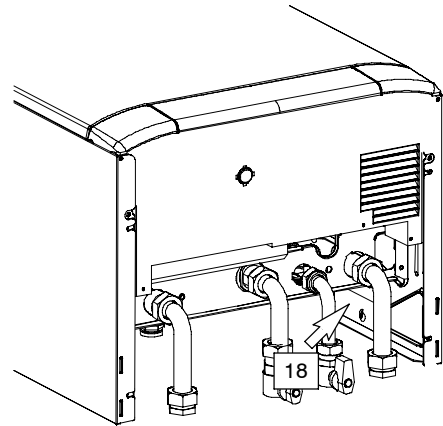

fig. 5.4
- 8 Collegare lo scarico della valvola di sicurezza 18 in fig. 5.4 ad un imbuto di scarico.